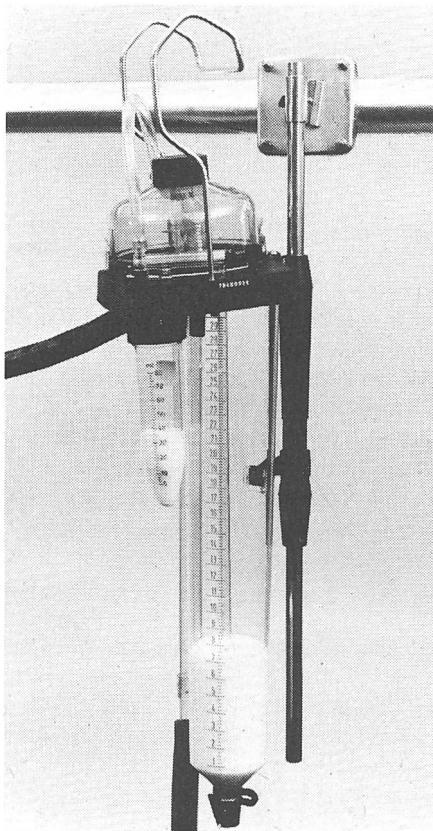

Abb. 2. Milkoscope II – Zugelassen nur für Melkstände.
- **Milkoscope II** (Abb. 2) mit der Einschränkung: nur für Melkstände